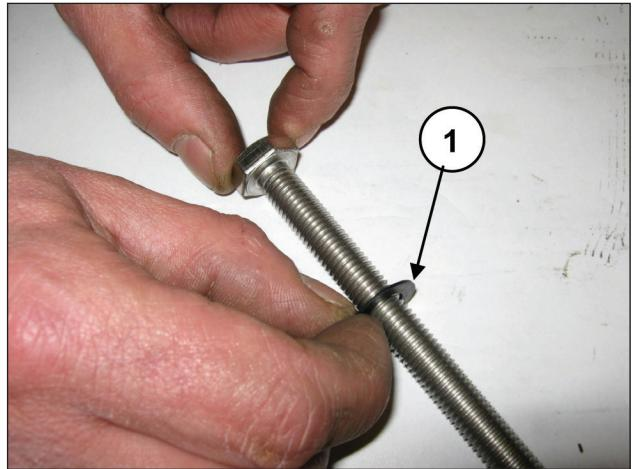

Abb. 181
Setzen Sie die Unterlegscheibe Ø10x18x0,9 auf die Befestigungsschraube des Kolbens (Pos. ①, Abb. 181).